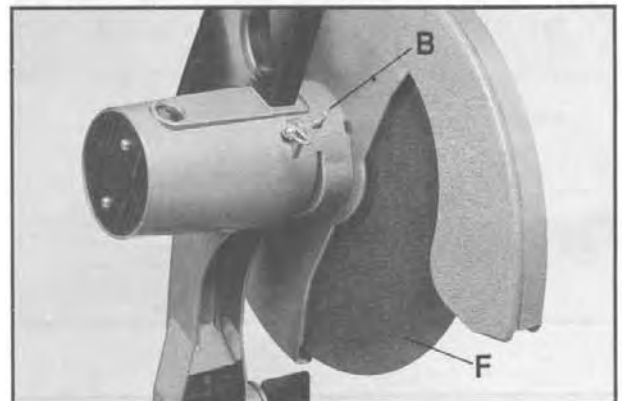

Fig. 22
3. Den Feststellknopf (B, Fig. 22) drücken um die Blattspindel zu arretieren.